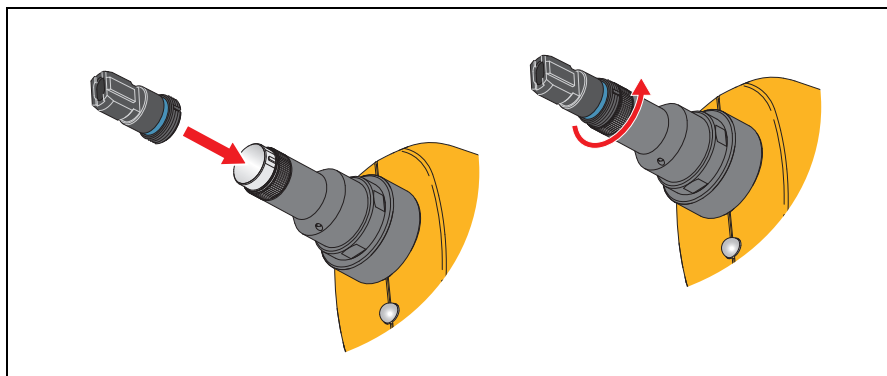

Figura 2. Conexión de punta MPO
1. Alinee la ranura de la punta con la patilla de alineación del extremo de la Sonda. Consulte la figura 2.